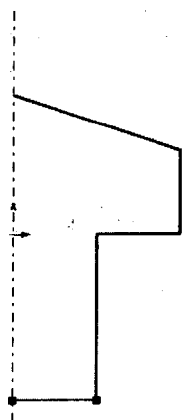

图 1-3 中心线和直线
(1) 首先选择“中心线”，画一条垂直中心线，然后选择“直线”命令绘制如图 1-3 所示的图形。